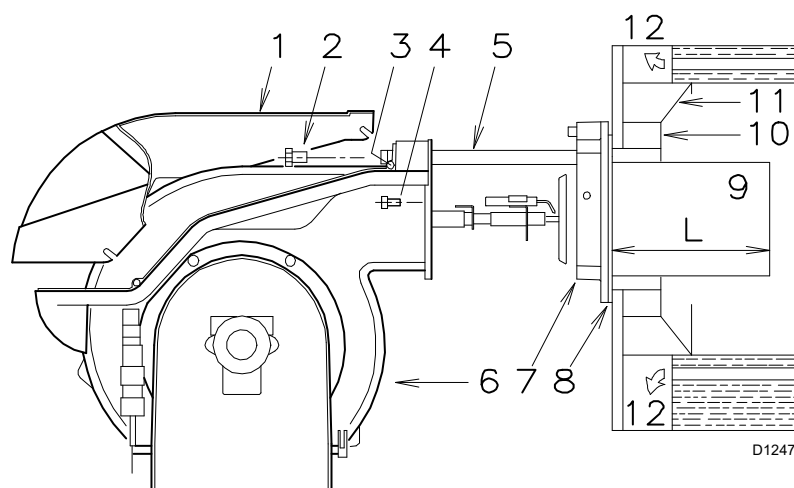

Abb. 7
Für die Kessel mit wassergekühlter Frontseite ist die Verkleidung aus feuerfestem Material 10) - 11) (Abb. 7) nicht erforderlich, sofern dies nicht ausdrücklich vom Kesselhersteller gefordert wird.
Den Flansch 7) (Abb. 7) durch Zwischenlegen der beige packten Dichtung 8) (Abb. 7) an der Kesselplatte befestigen. Die ebenfalls mitgelieferten 4 Schrauben verwenden, deren Gewinde mit einem Antifressmittel geschützt werden.
- Den Brenner gemäß (Abb. 7 Seite 10) auf den Schienen öffnen.